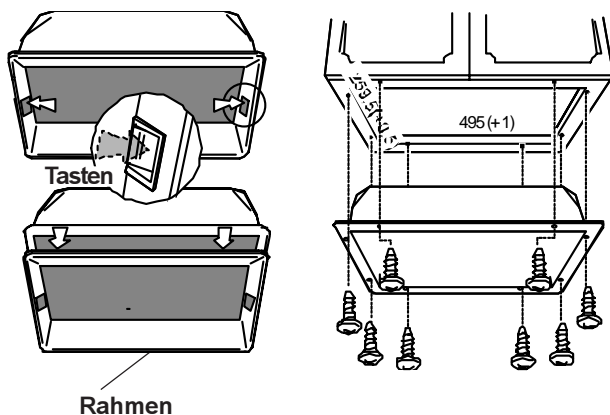

Bild 5
Montage am Oberschrank - Bild 5 - 6
- Es ist ein Ausschnitt in den Boden des Hängeschrankes bzw. der Esse vorzunehmen mit den Maßen gemäß **Bild 5**.
- **Den Rahmen abnehmen:** die zwei Tasten eindrücken und die Halterung herausziehen. **Bild 5**.